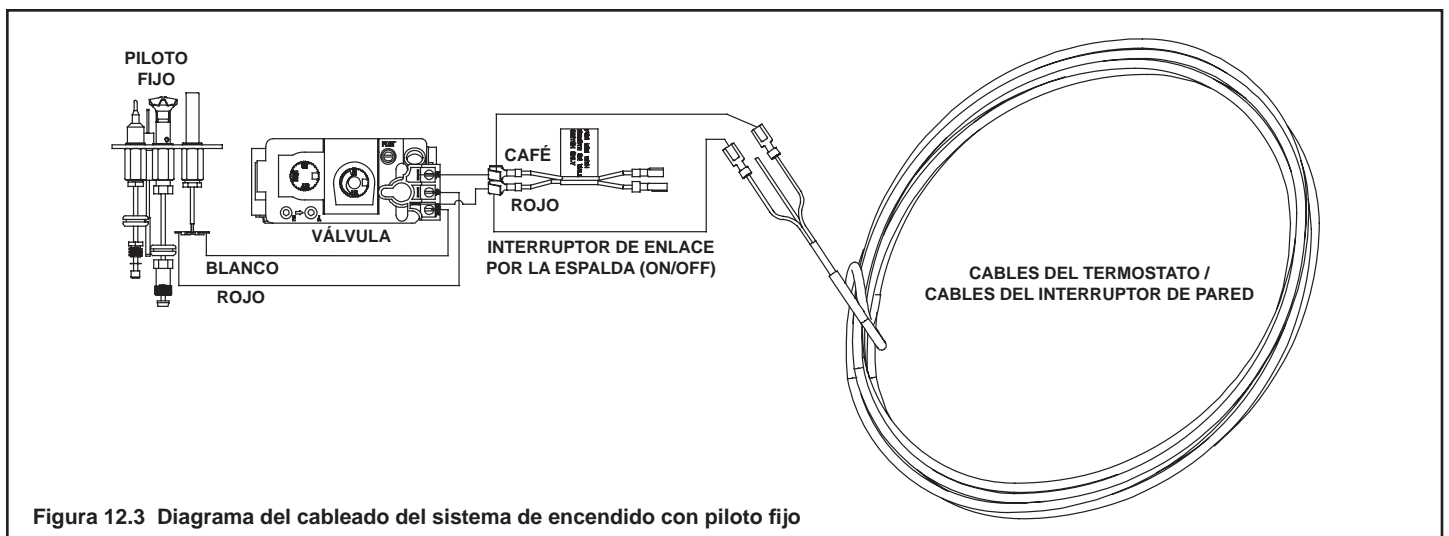

Figura 12.3 Diagrama del cableado del sistema de encendido con piloto fijo
- En el cableado de un sistema de encendido con piloto fijo no se requiere el suministro de corriente alterna de 110 voltios para que éste funcione. Vea la Figura 12.3.